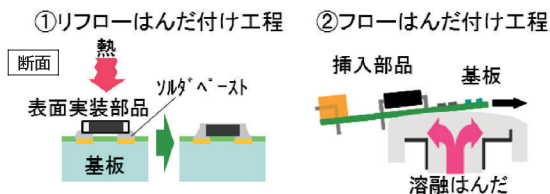

図1 一般的なはんだ付け工程
電気製品には、電子部品がはんだ付けされたプリント配線基板(以下、基板)が組み込まれています。電子部品には、用途や形状の違いで表面実装部品と挿入部品があるため、図1に示すように、①リフローはんだ付け工程(以下、リフロー):塗布したソルダペースト(ペースト状はんだ)に表面実装部品を載せ、基板全体を加熱する方法、②フローは